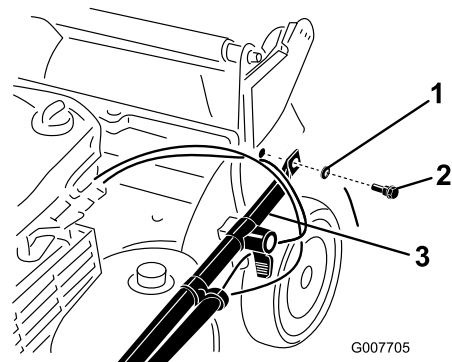

Figura 4
3. Fija los extremos del manillar al alojamiento del cortacésped con 2 arandelas y 2 pernos de manillar (Figura 4), pero no apriete los pernos del manillar.
Importante: Coloque los cables en el exterior del manillar (Figura 4).